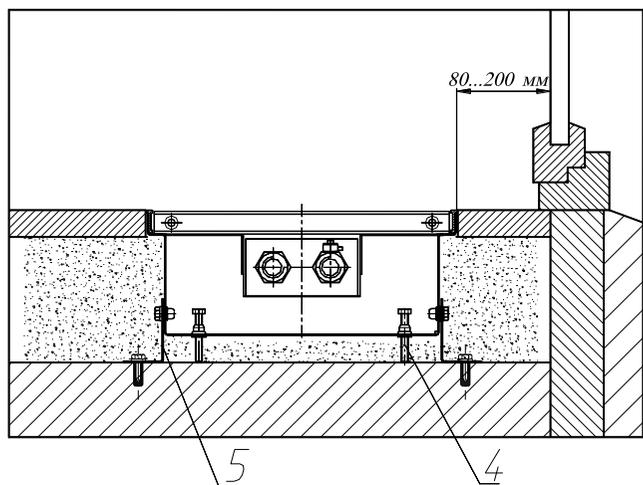

Рис.6
5.2 Конвектор монтируется в пол, для этого необходимо установить конвектор или его секции в заранее подготовленный канал в полу и выровнять его по уровню пола, с помощью упорных болтов 4. Для конвектора длиной более 3,1 м соединить секции конвектора между собой болтами с гайками. Закрепить конвектор опорами 6 к черновому полу (см. Рис.6).